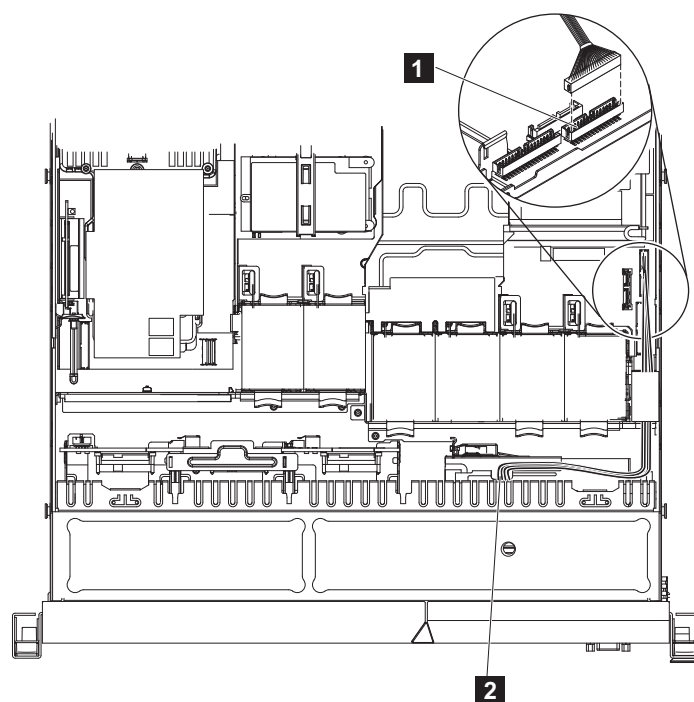

Figura 271. Conectando o cabo do painel de informações do operador do 2145-CG8 ou 2145-CF8
2. Encadeie o novo cabo a partir do painel de informações do operador para o conector acima do conector a cabo de vídeo/USB no lado direito do nó, conforme mostrado em Figura 271.
3. Conecte o cabo ao conector acima do conector de cabo de vídeo/USB no lado direito do nó, conforme mostrado em Figura 271.